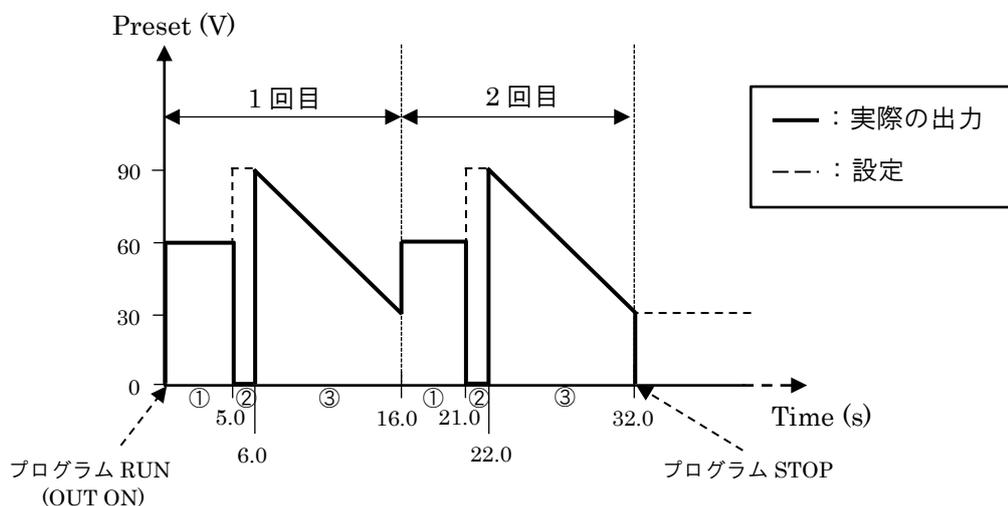

図 8-15 プログラム運転実行結果例
※図 8-15 の①～③は図 8-14 の 1～3 行を示しています。
(2) 行 No.1 の実行(図 8-15 ①部分)
(3) 行 No.2 の実行(図 8-15 ②部分)
(4) 行 No.3 の実行(図 8-15 ③部分)